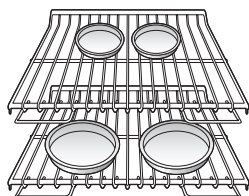

Figura 1
- Si debe utilizar varios estantes en el horno inferior, coloque los estantes en la posición C(estante) y E(estante). Coloque las bandejas tal como se muestra en la Figura 1. Si debe utilizar un solo estante en el horno superior, coloque el estante en la posición A y en el horno inferior, coloque el estante en posición D. Coloque la bandeja tal como se muestra en la fig.2. En el horno superior es recomendado hornear con el estante en posición A.